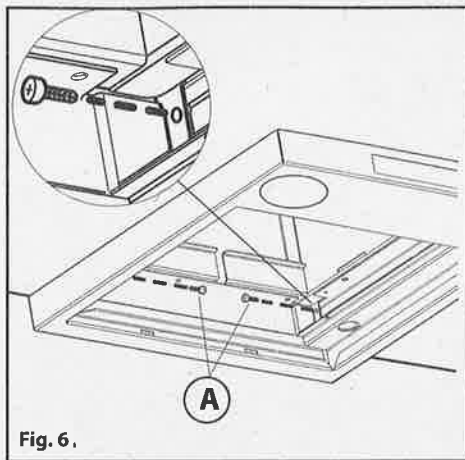

Fig. 6.
- Nel caso in cui il vostro apparecchio ha i raccordi inferiori indicati come nella Fig.4 A, il fissaggio da effettuare è quello raffigurato in Fig.6 A.